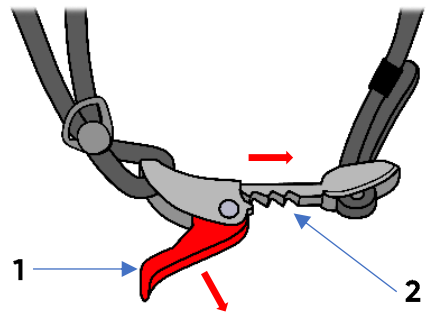

Fig. 5
Pour attacher la jugulaire, il faut insérer dans le loquet (1) l'élément de la sangle (2) (Fig.4). Pour détacher la jugulaire, il faut pousser le clip vers l'extérieur (1) et libérer l'élément de la boucle (2) du loquet. (Fig.5)